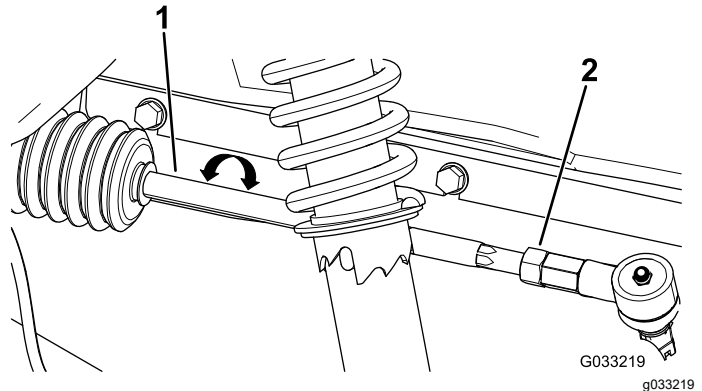

Figura 56
2. Si la distancia no es de 0–6 mm (0–¼"), afloje las contratuercas en el extremo exterior de las bielas (Figura 56).